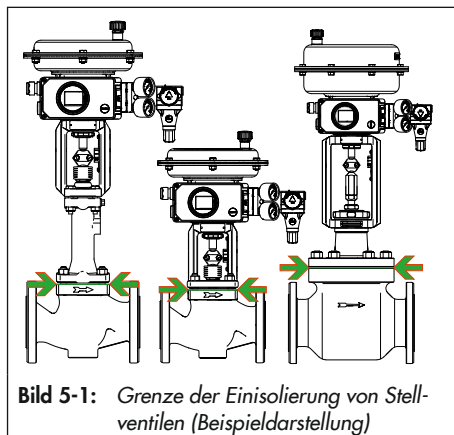

Bild 5-1: Grenze der Einisolierung von Stellventilen (Beispieldarstellung)
- Stellventile nur bis zum Deckel-Flansch der Ventilgehäuse einisolieren, vgl. Bild 5-1. Dies gilt auch für Ausführungen mit Balg- oder Isolierteil bei Mediumtemperaturen unter 0 °C oder über 220 °C. Wird das Isolierteil mit einisoliert, verliert es seine Funktion!